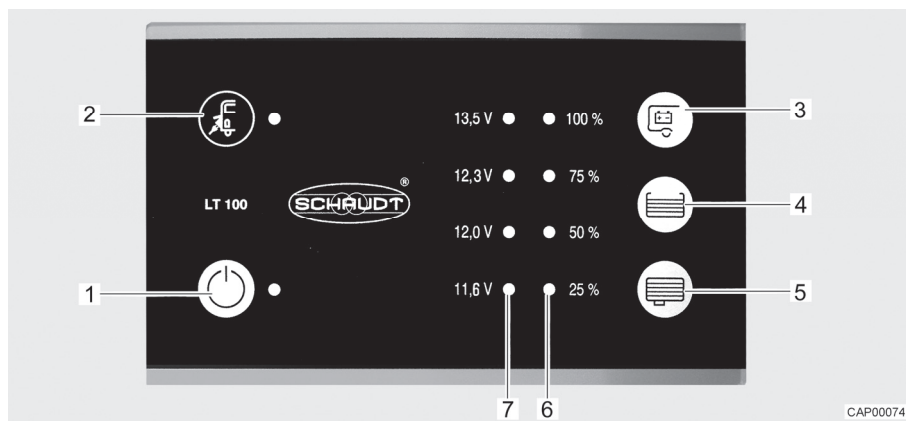

Fig. 50 Panel (LT 100)
El LED amarillo en el símbolo de conexión a la red "⚡" (Fig. 50,2) estará iluminado mientras que el vehículo esté conectado a una alimentación de red externa. Entonces, el LED también estará iluminado al estar el panel desconectado.
El interruptor principal de 12 V (Fig. 50,1) conecta y desconecta el panel y la alimentación de 12 V del habitáculo.
- Pulsar el interruptor "⏻" (Fig. 50,1): La alimentación de 12 V del habitáculo está conectada. El LED está iluminado de color verde.
- Volver a pulsar el interruptor "⏻" (Fig. 50,1): La alimentación de 12 V del habitáculo está desconectada. El LED se apaga.
La serie de LED (Fig. 50,7) indicará la tensión de batería de la batería del habitáculo del modo siguiente:
- Pulsar la tecla "☰" (Fig. 50,3): Indica la tensión de la batería del habitáculo.
La serie de LED (Fig. 50,6) indicará el nivel de llenado del depósito de agua potable o del depósito de aguas residuales.
Pulsar la tecla "☰" (Fig. 50,4): Los LED iluminados indicarán el nivel de llenado del depósito de agua potable.
Pulsar la tecla "☷" (Fig. 50,5): Los LED iluminados indicarán el nivel de llenado del depósito de aguas residuales.